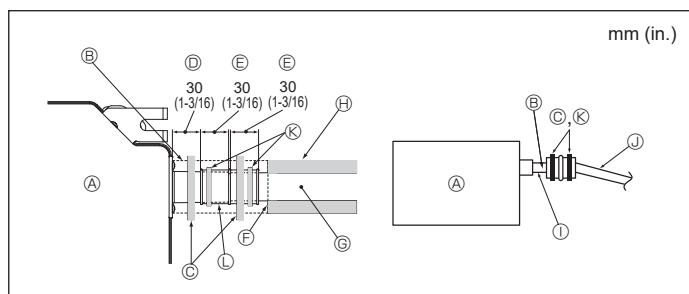

Fig. 3-5
1. Raccordez la prise d'écoulement (fournie avec l'appareil) à l'orifice de drainage. (Fig. 3-5) (Apposez le tube à l'aide de ruban adhésif PVC puis fixez-le avec une sangle.)